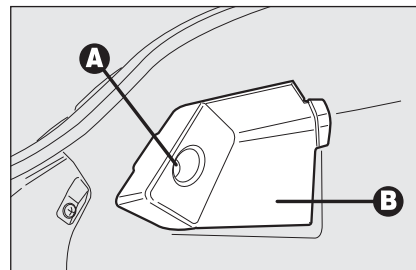

fig. 37
- dévisser la vis **A-fig. 37** et enlever le couvercle de protection **B**;
- remonter le couvercle de protection **B-fig. 37** et visser la vis **A**.